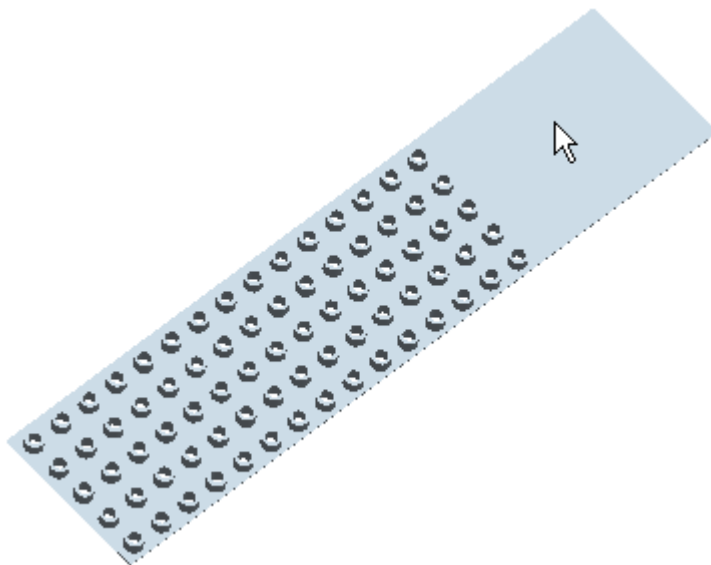
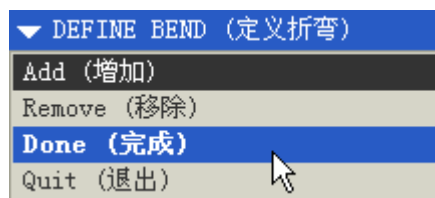

图 37-16
图 37-17
- (3) 系统提示“选择要折弯的实体、面组或基准曲线”，在模型中选择长方体特征为要折弯的实体，如图 37-16 所示，然后单击【定义折弯】菜单中的【完成】选项，如图 37-17 所示。